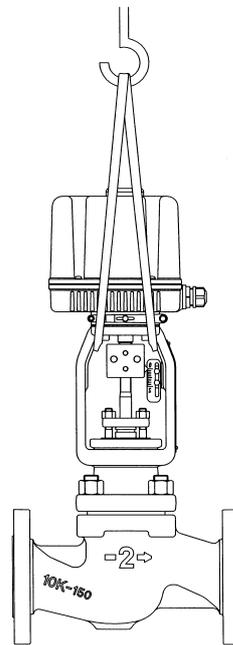

図2-1. 吊り下げ事例
- ① 所定の仕様であることをネームプレートで確認してください。
- ② 調節弁(本体部、操作器、各部)に損傷がないことを確認してください。
- ③ 配管フランジに損傷がないことを確認してください。
- ④ 調節弁をクレーンなどで吊り下げる場合は、操作器ヨーク部にワイヤロープをたすきがけするようにして行ってください。(図2-1参照)